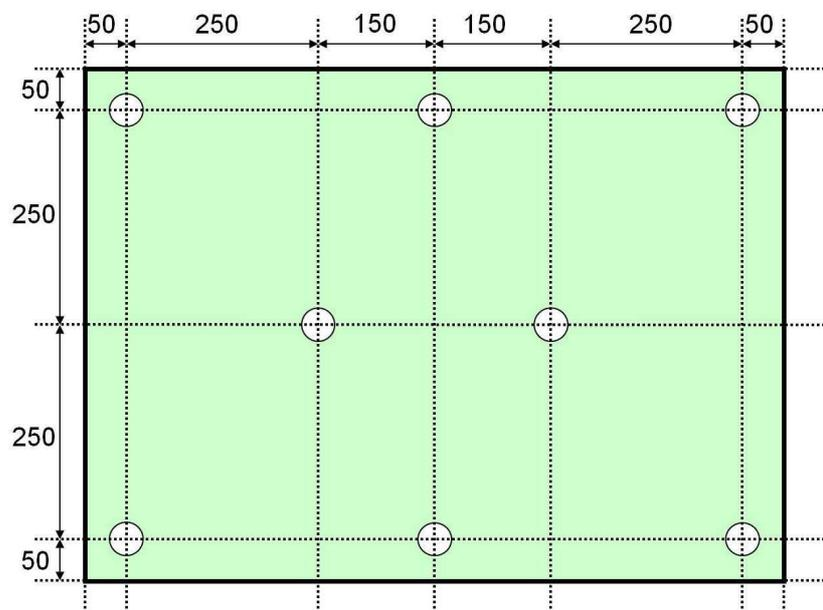

図10 フィールド天板
- ① 塩ビ板(縦600mm横900mm)に直径30mmの穴を開ける. 開ける位置は図10のとおりである.